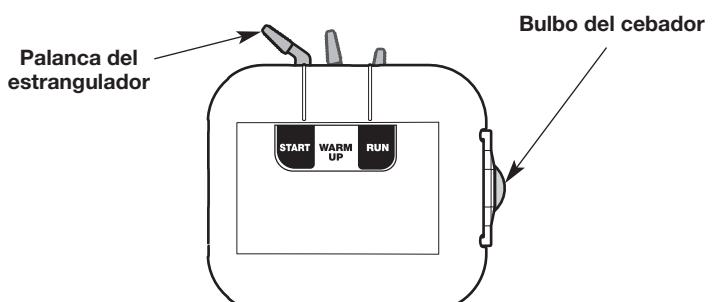

Fig. 4
3. Presione y luego suelte el bulbo del cebador lentamente **10 veces** (Fig. 4). Si no puede ver combustible en el bulbo del cebador, oprima y suelte el bulbo del cebador hasta que se vea combustible.
4. Coloque la palanca del estrangulador en la posición **START** (arranque) (Fig. 4).
7. Siga apretando el control del acelerador. Coloque la palanca del estrangulador en la posición **WARM UP** (calentar) (Fig. 4).
10. Siga apretando el control del acelerador. Coloque la palanca del estrangulador en la posición **RUN** (funcionamiento) (Fig. 4). Deje que el motor se caliente 60 segundos más. Se puede usar la unidad durante este período.